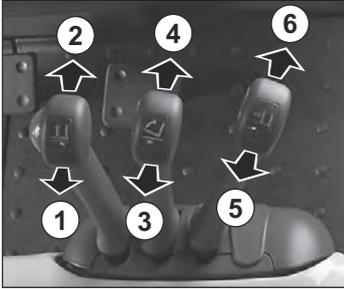

Fig. 42 Palancas\*
- Palancas\* (véase la fig. 42)